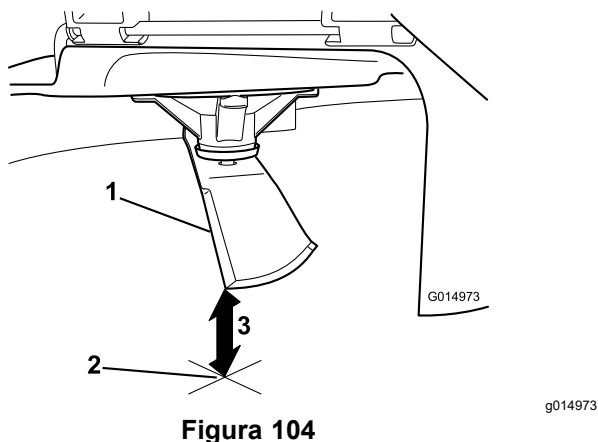

Figura 104
5. Meça da ponta da lâmina até à superfície plana (Figura 104).